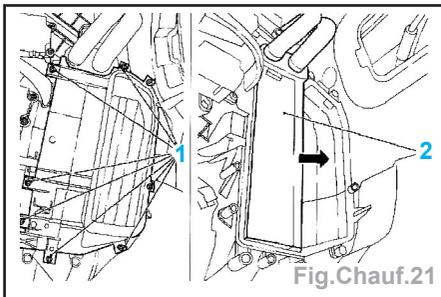

Fig. Chauff.21
- le support des tubes de liquide de refroidissement (3), déverrouiller les 2 ergots (4) et déposer le support.
- le recouvrement de boîtier d'évaporateur (8 vis en 1) (Fig. Chauff.21),
- l'évaporateur (2).